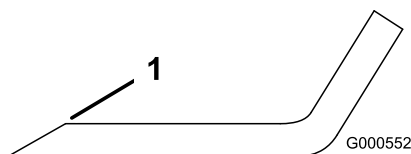

Figure 66
1. Au moyen d'une lime, aiguïsez les tranchants aux deux extrémités de la lame (Figure 66).
Remarque: Si la lame est déséquilibrée, limez un peu l'extrémité de l'ailette seulement (Figure 66).